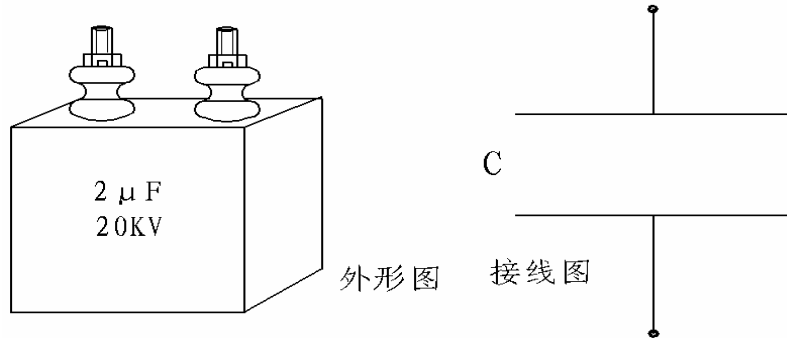

图 2.10 高压脉冲电容器示意图
6. 高压脉冲电容器（选配件）：高压测试时，对于高压电缆推荐使用耐压 20—40KV, 容量 1.5—2 μ F 电容, 对低压电缆测试, 可使用耐压大于 10KV、容量 6—8 μ F 高压脉冲电容器。2 μ F20KV CHM 型高压脉冲电容器外形图和接线图如图 2.10 所示：